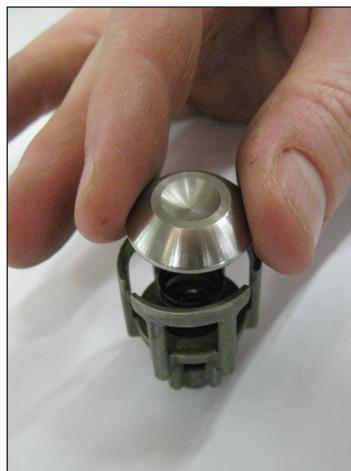
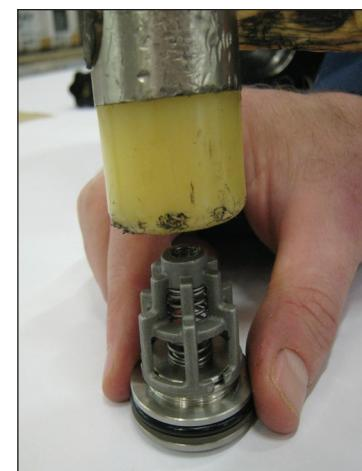

Рис. 24
Рис. 25
- 1 В ходе сборки всасывающих и нагнетающих клапанных узлов (Рис. 24, Рис. 25) не перепутайте местами ранее снятые пружины всасывания и пружины нагнетания: